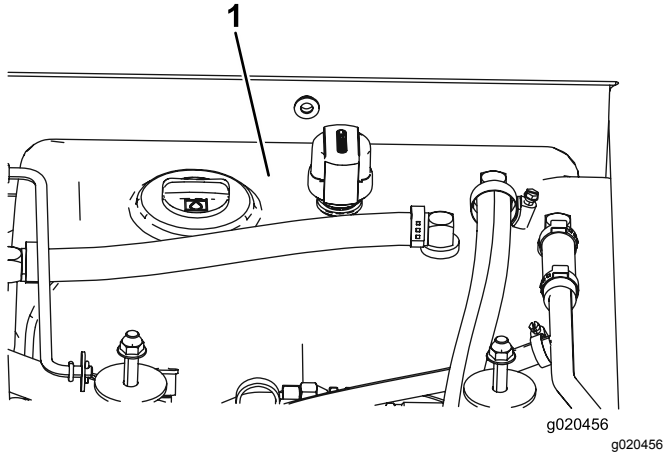

Figure 105
4. Remplissez le réservoir (Figure 105) de liquide hydraulique ; voir Contrôle du niveau de liquide hydraulique (page 74).